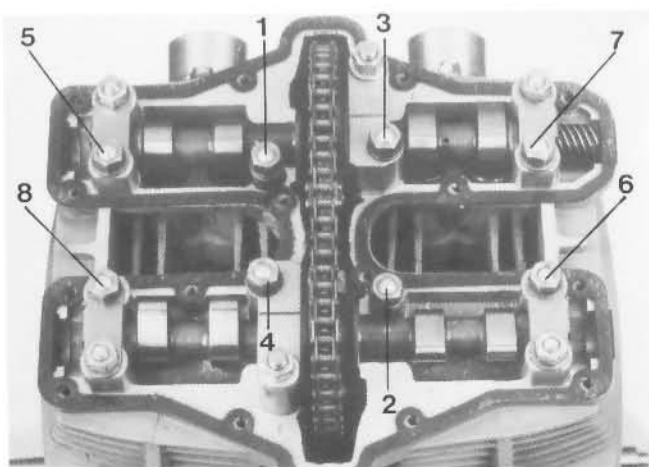

Fig. 55
- 5) Serrare i dadi dei prigionieri di fissaggio della testa mediante una chiave dinamometrica secondo l'ordine prescritto e per gradi: serrare per esempio tutti i dadi secondo l'ordine prescritto a 1,5 Kgm, poi ripassarli a 2 Kgm per arrivare infine al serraggio definitivo di 2,5 Kgm, ripassandoli un paio di volte (Fig. 55).
- 5) Tighten the cylinder head nuts by means of a torque spanner following the specified tightening sequence and in some steps. For example: tighten all the nuts in the correct order to 1.5 Kgm, then increase the tightening torque to 2 Kgm and finally reach the specified torque of 2.5 Kgm. Re-check the tightening torque (Fig. 55).